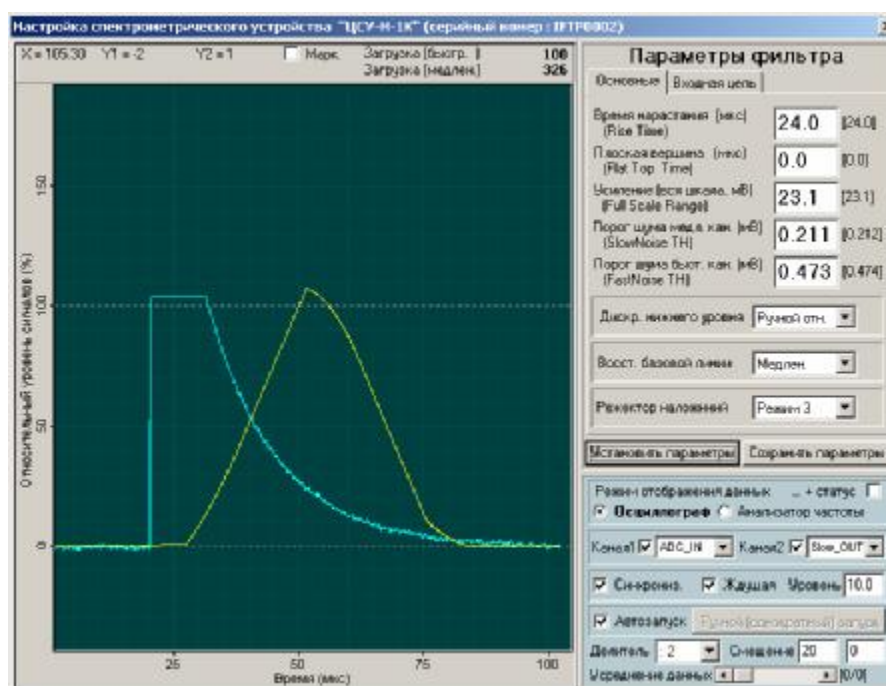

Рис. 12. Ограничение импульсов входным трактом анализатора.
- 7.2.1. Настроить усиления входного тракта, для чего подать на вход анализатора исследуемые импульсы. Открыть окно управления Gamma DPP и настроить осциллограф так, что бы на его экране были видны входные импульсы (см. Рис. 12).